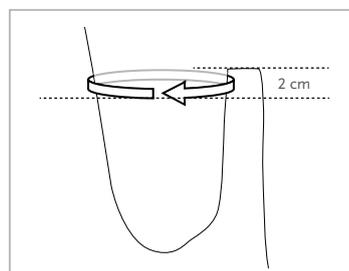

Fig. 1
1. Mida el contorno 1-2 cm por debajo del nivel del perineo (véase la fig. 1).